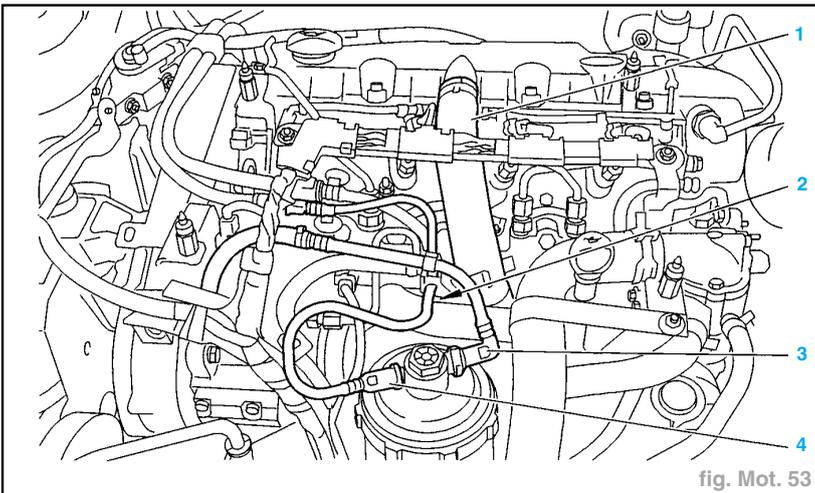

fig. Mot. 53
- Désaccoupler et écarter la durit (1) de réaspiration des vapeurs d'huile (fig. Mot. 53).
- Désaccoupler les tubes (3) et (4), et les obturer ; à l'aide du kit d'obturateurs (réf. 0188T).
- Écarter les tubes (3) et (4).
- Débrancher et déposer le capteur de haute pression (2).